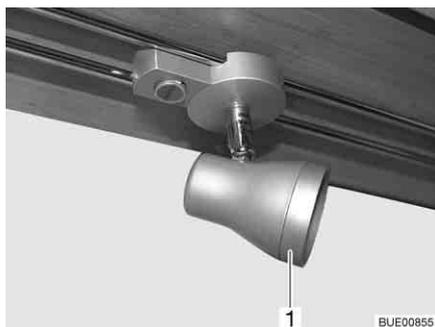

Fig. 275 Spot halogène (coulissant)
- Tourner la bague extérieure (Fig. 275,1) dans le sens inverse des aiguilles d'une montre jusqu'à ce qu'elle se détache du boîtier.